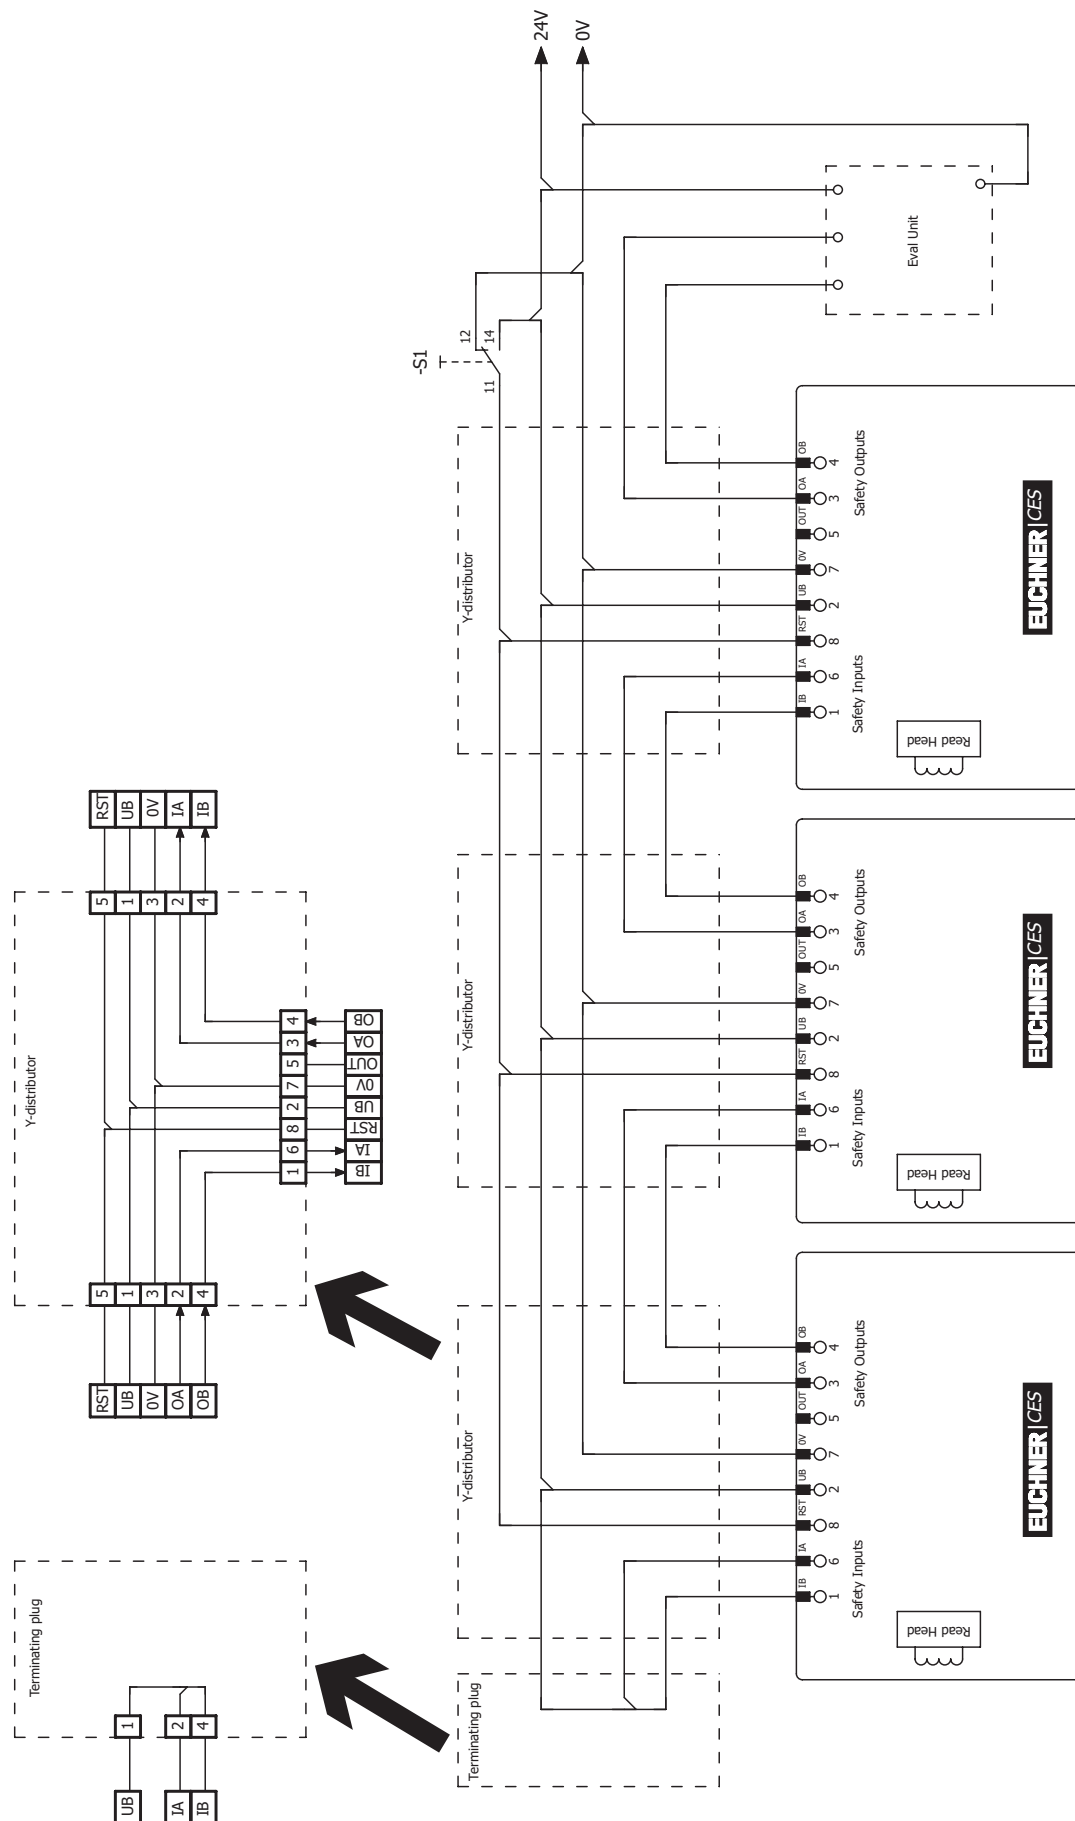

Figura 4: Ejemplo de conexión en serie con reinicio y conmutador
- › Debe utilizarse una señal común para todos los interruptores de la cadena. Puede tratarse de un conmutador, pero también se puede utilizar la salida de un sistema de control. No deben utilizarse pulsadores, ya que el reinicio siempre debe estar en GND durante el funcionamiento (véase el interruptor S1 en la *Figura 4 en la página 18*).
Para que esto sea posible, la entrada RST debe conectarse como se muestra en la *Figura 4 en la página 18*.